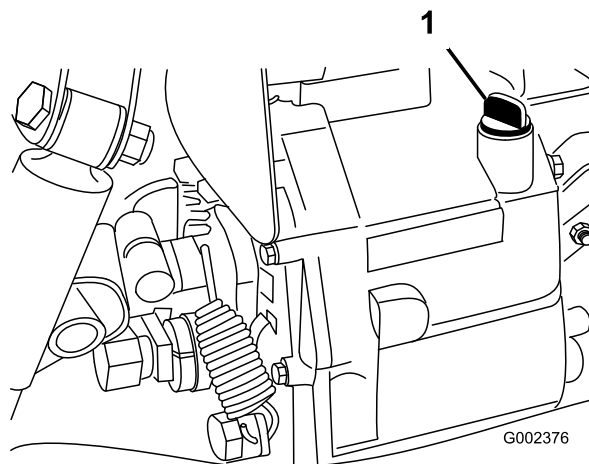

Figure 19
2. Nettoyez la surface autour de la jauge (Figure 19).